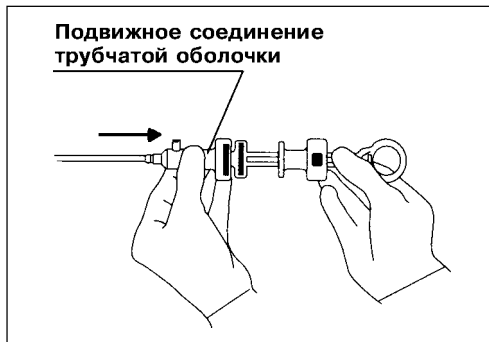

Рис. 3.5.
4. Как показано на рис. 3.5, максимально продвиньте подвижное соединение трубчатой оболочки в проксимальном направлении до срабатывания запирающего устройства.
1. Максимально продвиньте подвижное соединение трубчатой оболочки в проксимальном направлении до срабатывания запирающего устройства. Убедитесь, что при этом спиральная (проволочная) оболочка выдвигается из отверстия на дистальном конце трубчатой оболочки (см. рис. 3.5).